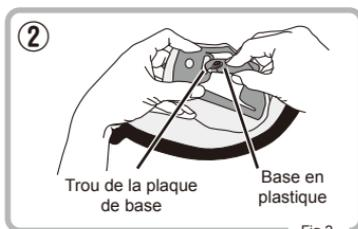

Fig.2
- ② Insérez la base en plastique dans le trou de la plaque de base, sur le coussin de joue, comme montré sur la Fig.2.